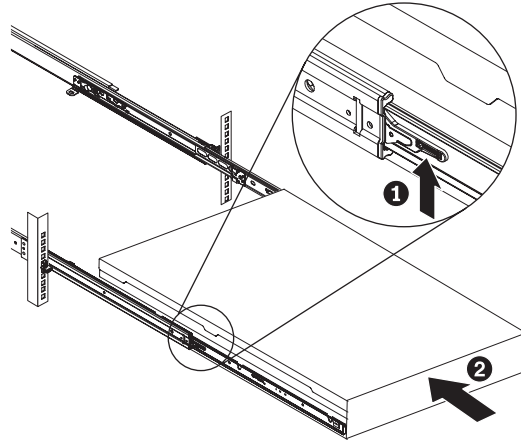

図218. ラックのスライド・レールの SAN ボリューム・コントローラー 2145-CF8 ロック・レバーを上げる
8. スライド・レール上のロック・レバー (264 ページの図 218 の **1**) を上げて、サーバー **2** を、所定の位置にカチッと音を立てて収まるまで、ラック内に完全に押し込みます。